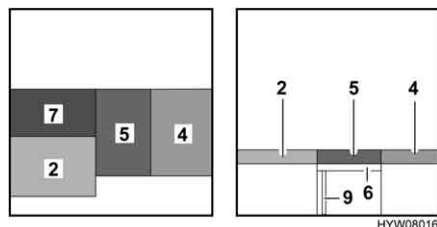

Fig. 106 Dopo la trasformazione
- Tirare il cuscino del divano (Fig. 106,5) al centro.
- Posizionare il cuscino dello schienale (Fig. 106,4) tra il cuscino del divano e la parete.